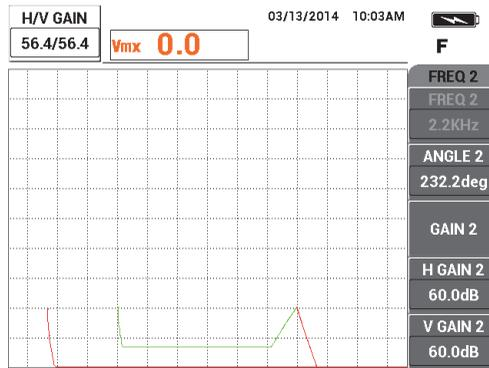

Figura 5-120 Regolazione dell'ampiezza del segnale della frequenza 1
8. Premere il tasto GAIN (**dB**) ed in seguito regolare l'ampiezza del segnale della frequenza 1 in modo che sia esattamente distante 6 frazioni dal punto zero (sul lato sinistro) [vedere Figura 5-120 a pagina 225].